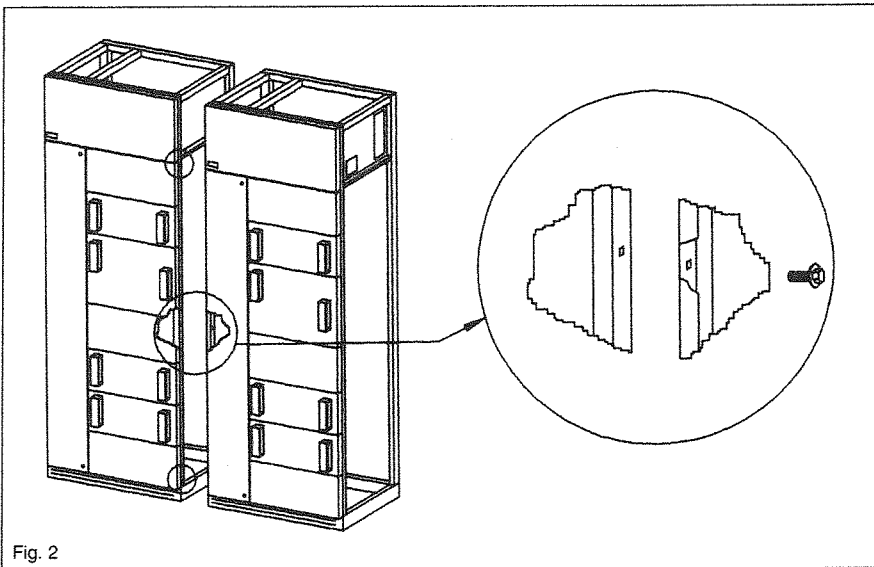

Fig. 2
- *fixer la deuxième colonne à la première en utilisant 3 vis de 6MA protégées par les écrous correspondants (fig. 2) pour chaque montant vertical avant et arrière,*
- then fix the second section to the first using, for both the front and back vertical supports, three 6MA screws in the special nuts (fig. 2),